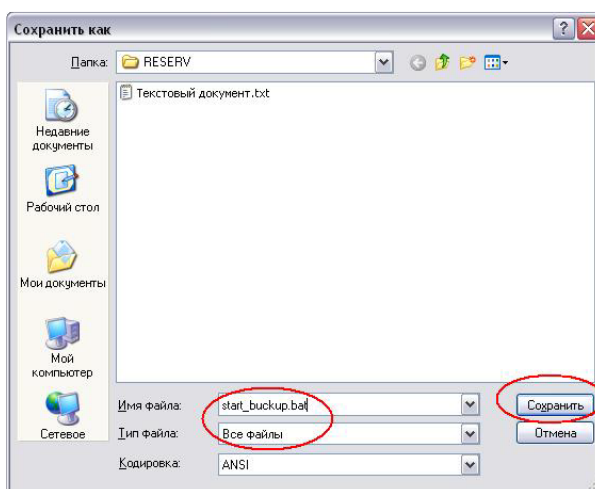

Рисунок 8.19 — Назначение имени и расширения файла
- В диалоговом окне *Сохранить как* укажите имя файла и расширение *bat*. Нажмите кнопку *Сохранить* (см. рисунок 8.19).